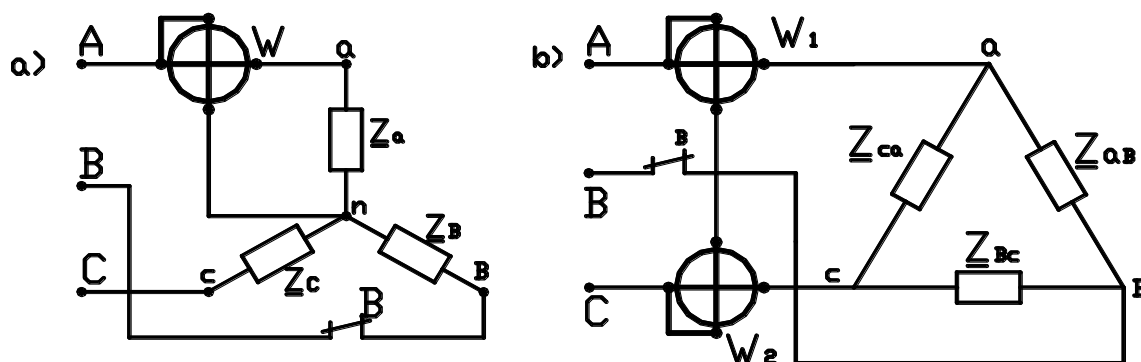

Рис. 1.3
**Задача 1.3.** В трехфазную сеть с симметричной системой линейных напряжений  $U$  включен симметричный потребитель электроэнергии, фазы которого имеют комплексные сопротивления:  $Z_a=Z_b=Z_c$  (рис. 1.3,а,б) и соединены «звездой» или  $Z_{ав}=Z_{вс}=Z_{са}$  и соединены «треугольником». Принимая во внимание данные, приведённые в табл. 1.3 и табл. 1.3,а для каждого варианта задания определить линейные  $I$  и фазные  $I_\phi$  токи, активную  $P$ , реактивную  $Q$  и полную  $S$  мощности потребителя, показания ваттметров найти значения активных и реактивных сопротивлений фаз. Построить векторную диаграмму токов и напряжений на комплексной прямой.